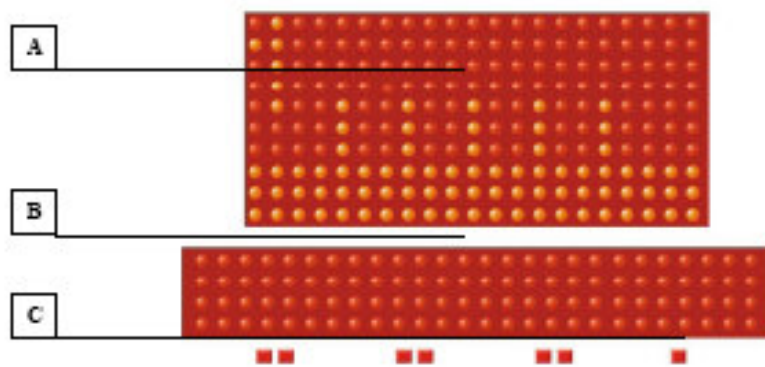

Fig. 2
2. Montaż sztycy kierownicy fig.2: Zbliż sztycę kierownicy (A) do otworu znajdującego się w korpusie urządzenia (B). Połącz końcówkę przewodu (M), który wychodzi z dolnej części sztycy kierownicy z końcówką przewodu (N), która wchodzi z dolnej otworu znajdującego się w korpusie urządzenia (B). Wprowadź sztycę kierownicy w otwór znajdujący się w korpusie urządzenia w kierunku wskazanym przez strzałkę na fig.2. Uwaga! Nie przygnieć przewodów. Następnie śrubami (H) z podkładkami (F) i (G) połącz oba elementy, tak jak zostało to pokazane na fig.2. Dokręć śruby.